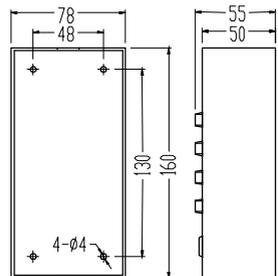

图 1
1. QM-AN-01 紧急启动/停止盒安装尺寸图：(见图 1)